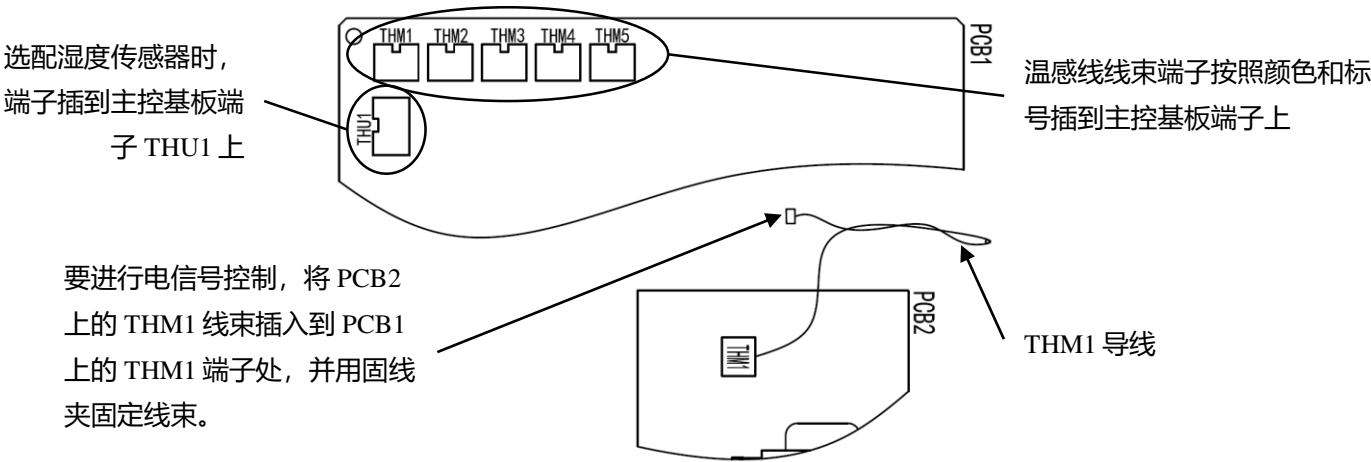

图 6.15 端子安装示意图
(1) 膨胀阀线圈的连接必须按照1-5的数字进行对接。如果膨胀阀盒所配的导线不够长, 请确保进行适当延长, 避免感应失真, 且对接头进行适当的绝缘和防水处理, 防止产生电气故障。
(2) 电信号端子 (V/A, GND) 连接到现场提供的控制器。要进行电信号控制, 需要连接PCB2 THM1的导线, 参见第6章中的图6.15。
(3) 有关输入信号的定义, 参见技术手册第18.2章。尽可能使输入信号导线短。不要沿交流220V~AC415V电源线装设导线。在距离30cm处单独装设导线。如果沿电源线装设导线, 将导线插入金属穿线管中, 并将导线一端接地。
(4) 有关输出信号的定义, 参见技术手册第18.2章。确保允许电流在限制范围内。
(5) 对传输电路使用屏蔽电缆并将其接地。
(6) 温度传感器电缆应置于电源线50mm处的地方。未遵照本指示可能导致电气噪音引起的故障。
(7) 如果风扇电机警报信号的L2、N2打开, 会出现警报。出厂前已短接。
(8) 确保允许电流在限制范围内。
(9) 电预热和电加热采用1: 2的分级控制, 接线时请按照分档顺序连接。
温度传感器，湿度传感器，电信号控制接线在 主控基板侧的连接详见下图 6.15: